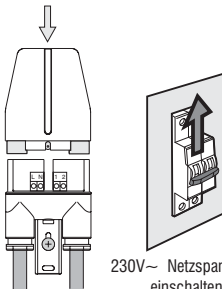

Abb. 5
• Überprüfen Sie die korrekte Positionierung der Dichtung auf der Grundplatte. "Fügen Sie die Kappe ein (Abb. 5) und drücken Sie, bis diese gegen die unverlierbare Schraube stößt; der Kontakt zwischen Fastonklemmen im Schaltkreis und den Klemmen der Grundplatte ist hergestellt; die LED zur Anzeige des Signalempfangs und der Zeitsynchronisierung sind über den zwischen Grundplatte und Kappe geöffnet gebliebenen Schlitz sichtbar.